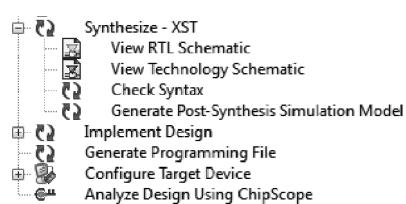

图 3.21 ISE 综合工具
如图 3.21 所示,在 ISE 主界面处理子窗口内的 synthesis 工具可以完成下面的任务:
- (2) 在图 3.21 内,双击 Synthesize-XST 选项。此时,XST 工具开始对设计进行综合。